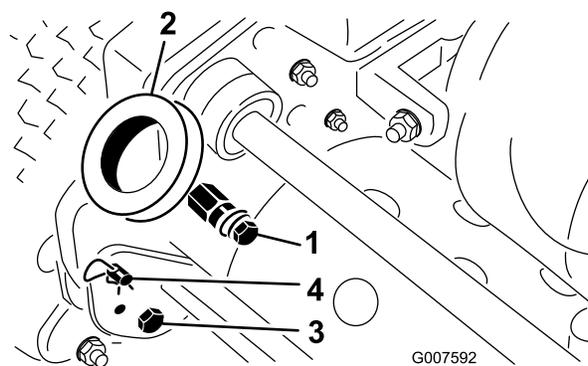

Figure 2
1. Enlevez les boulons et les contre-écrous de fixation au bas des bras du guidon de chaque côté de la tondeuse (Figure 2).
2. Enlevez les goupilles fendues et les axes de chape qui fixent les bras à l'arrière du cadre (Figure 2).
3. Insérez les extrémités du guidon dans les trous des bras du guidon et placez les trous en face des axes de montage (Figure 2).
1. Retirez les goupilles fendues des axes de chape de chaque côté de la tondeuse (Figure 2).
2. Soutenez le guidon et retirez les axes de chape de chaque côté pour monter ou descendre le guidon à la hauteur voulue (Figure 2).